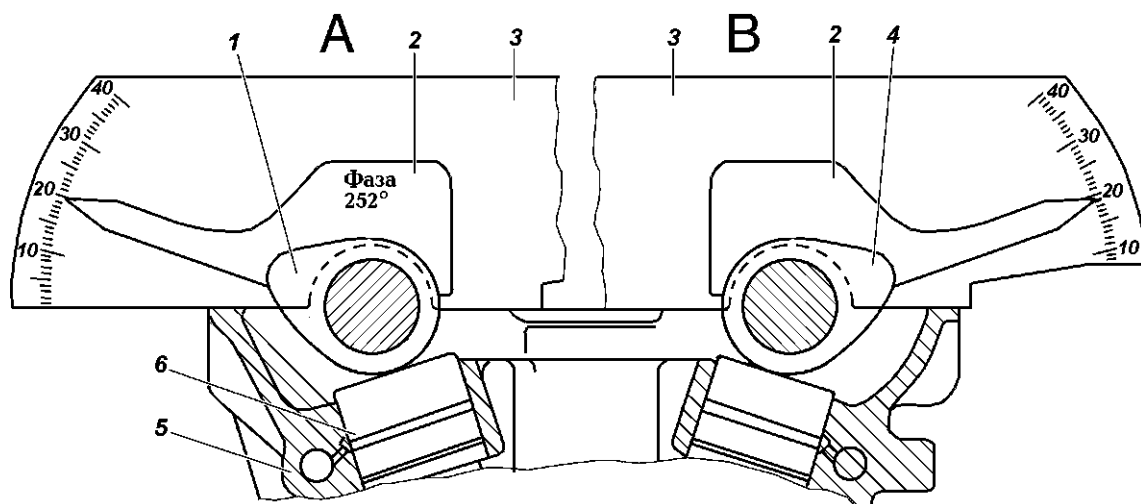

Рис. 4.61. Проверка углового положения распределительных валов:
7. Установите транспортир 3 (рис. 4.61) за первым кулачком распределительного вала впускных клапанов (рис. 4.60 вид "А"), расположив его между кулачком и крышкой опоры распределительного вала. Прижимая транспортир 3 к верхней плоскости головки 5 цилиндров, приложите и плотно прижмите шаблон 2 к поверхности первого кулачка. При этом стрелка шаблона должна располагаться на метке транспортира $20^{\circ}30' \pm 2^{\circ}40'$.
Аналогично проведите проверку углового положения первого кулачка распределительного вала выпускных клапанов (рис. 4.61, вид "В").